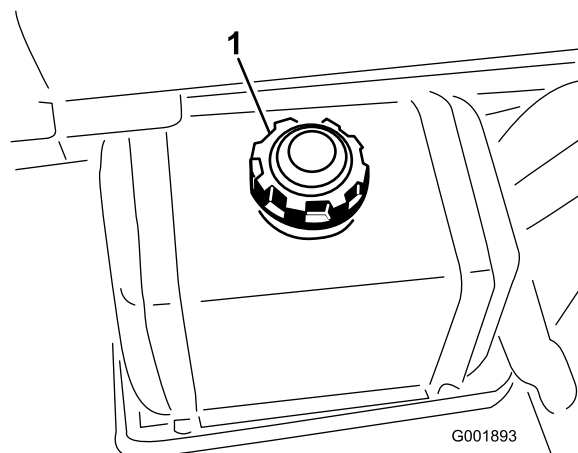

図 22
2. 燃料タンクのキャップ(図 22)の周囲をきれいに拭く。